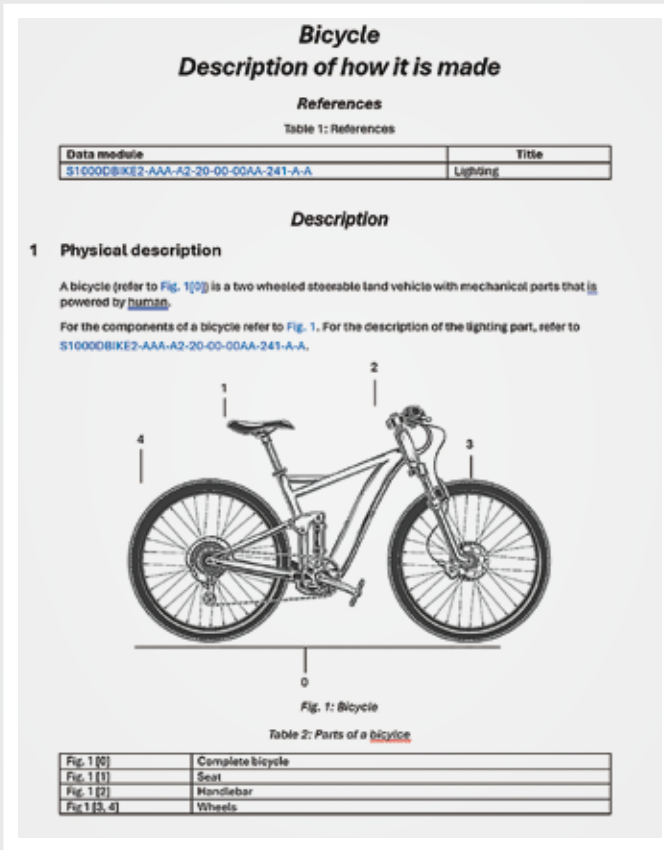

ABB. 02 Datenmodul (Titelseite) mit kompletter Funktionsbeschreibung.
Prinzip 1, Datenmodule DM: Im Zentrum von S1000D steht das Datenmodul (DM). Ein DM ist eine vollständige, in sich geschlossene Informationseinheit, die alle Informationen enthält, die die Anwender und Anwenderinnen brauchen, um eine bestimmte Aufgabe oder ein bestimmtes Objekt vollständig zu verstehen oder zu bearbeiten. Das ist zum Beispiel eine komplette Arbeitsanweisung oder Funktionsbeschreibung (ABB. 02, S. 38).